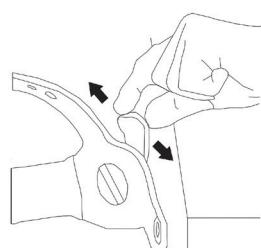

рис. 5
6.2 На боковой стороне щитка находятся фиксированные отверстия. Настройте угол поля зрения путем регулировки положения фиксатора в отверстиях (рис. 5).